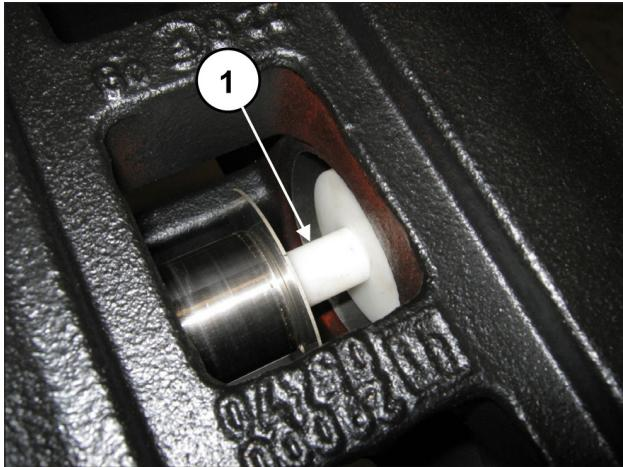

Fig. 171
Ruotando l'albero fare avanzare il guida pistone in modo che il tampone, avanzando a sua volta, possa espellere il supporto guarnizioni e tutto il gruppo pistone (pos. ①, Fig. 171).